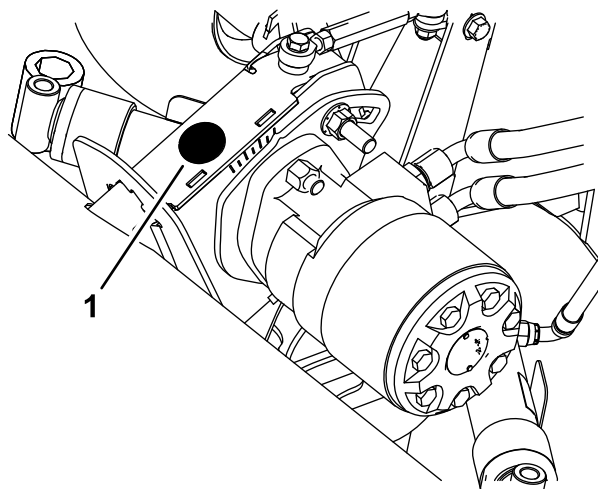

Figure 20
3. Enlevez l'obturateur en caoutchouc du carter de la chaîne et insérez-le dans le carter avec le côté creux à l'extérieur (Figure 20).